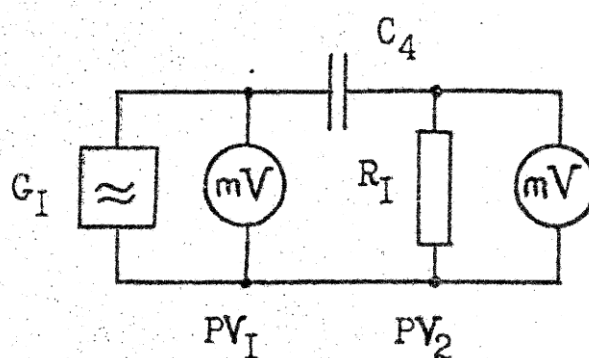

Рис. 4
4. Повторите исследования п. 3 для другой RC-цепи (рис. 4).